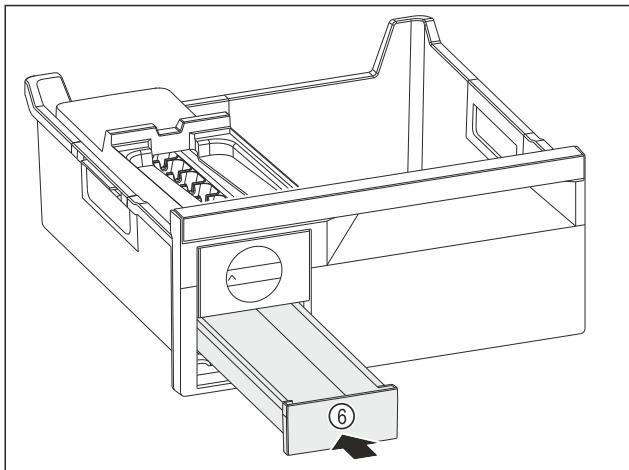

Fig. 150
- Встановіть форму для льоду Fig. 150 (6).